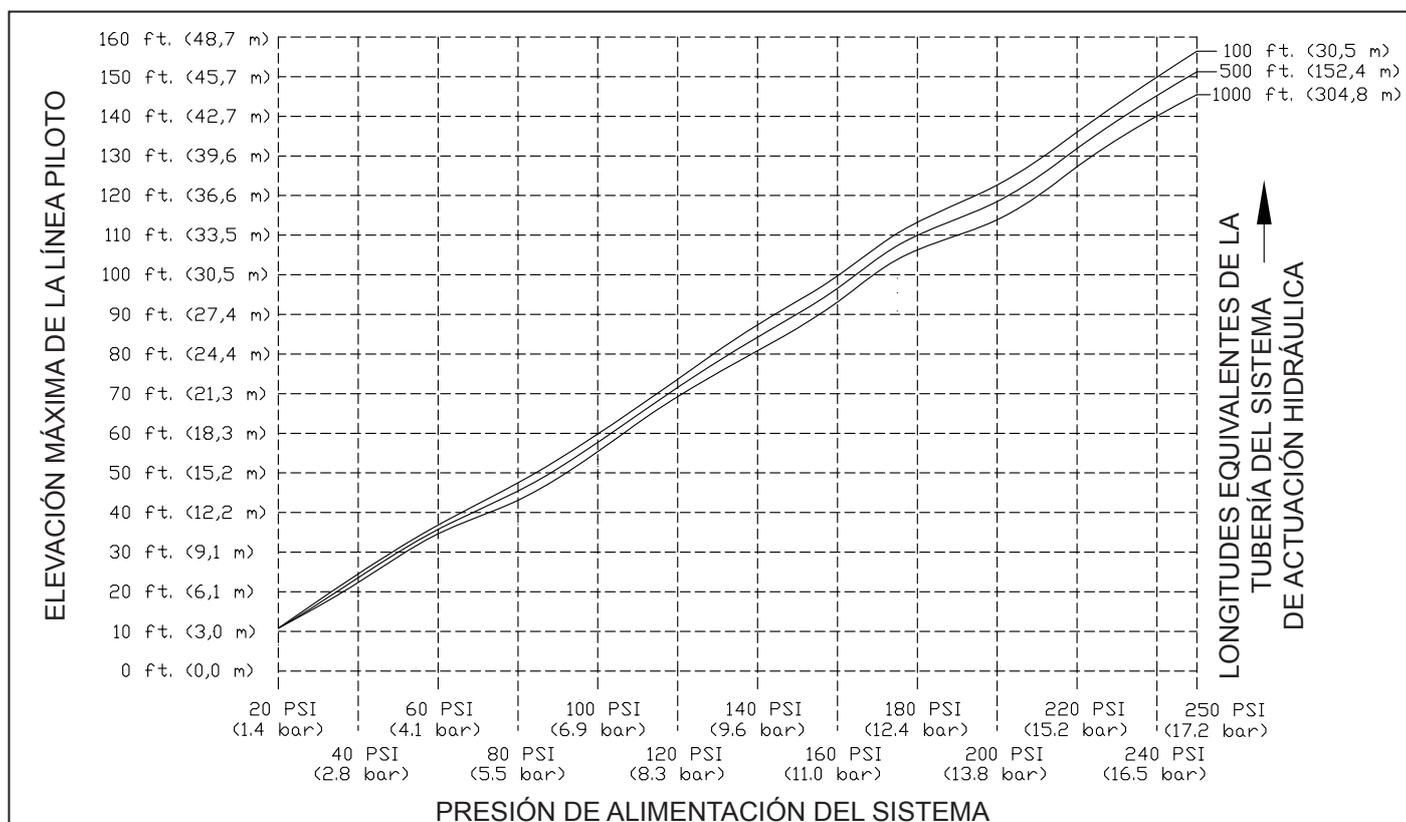

Figura 2
- Sistemas con actuación hidráulica: véase en la Figura 2 la elevación máxima permitida para la línea de disparo sobre la válvula de diluvio. Si se sobrepasa dicha elevación para una aplicación específica, utilizar un sistema de actuación